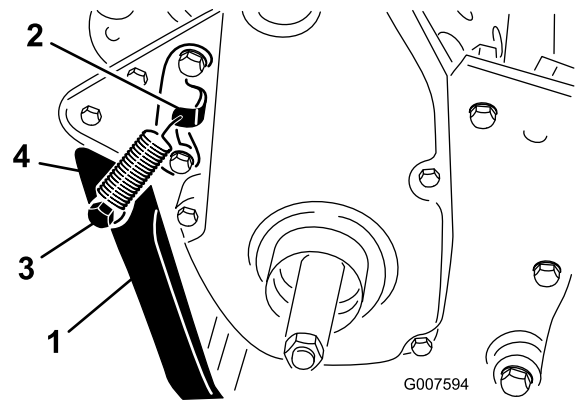

Figure 6
3. Montez la béquille de chaque côté du cadre à l'aide d'un boulon, d'une entretoise, d'une rondelle plate et d'un contre-écrou (Figure 6).
2. Accrochez le ressort au trou de la patte d'accrochage du ressort et au goujon, et alignez les trous de montage de la béquille sur ceux du cadre arrière (Figure 6).